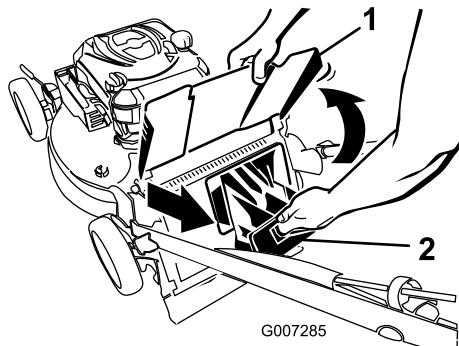

Bild 23
2. Heben Sie das hintere Auswurfablenklech an und halten Sie es hoch (Bild 23).
3. Ziehen Sie die Heckauswurfklappe heraus (Bild 23).